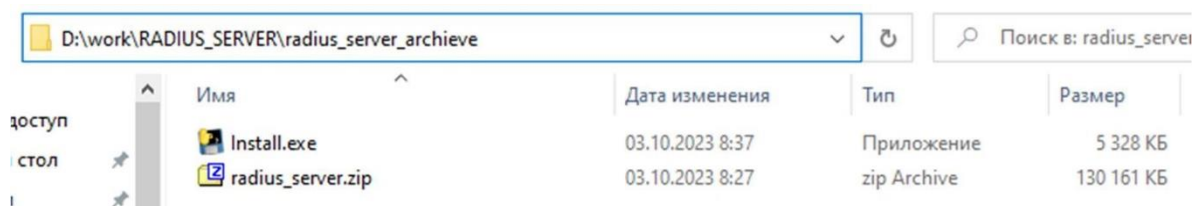

Рисунок 1.3
2.2.3. Зайти в распакованную папку и скопировать путь до этой папки (рис. 1.3).